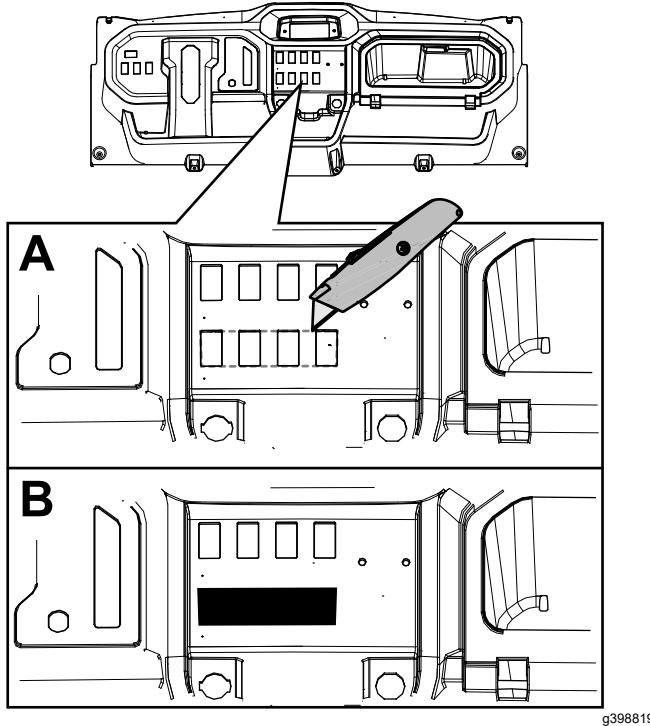

Figura 3
1. En el salpicadero, retire los 4 tapones de interruptores y corte el material entre los orificios de los interruptores (Figura 3).